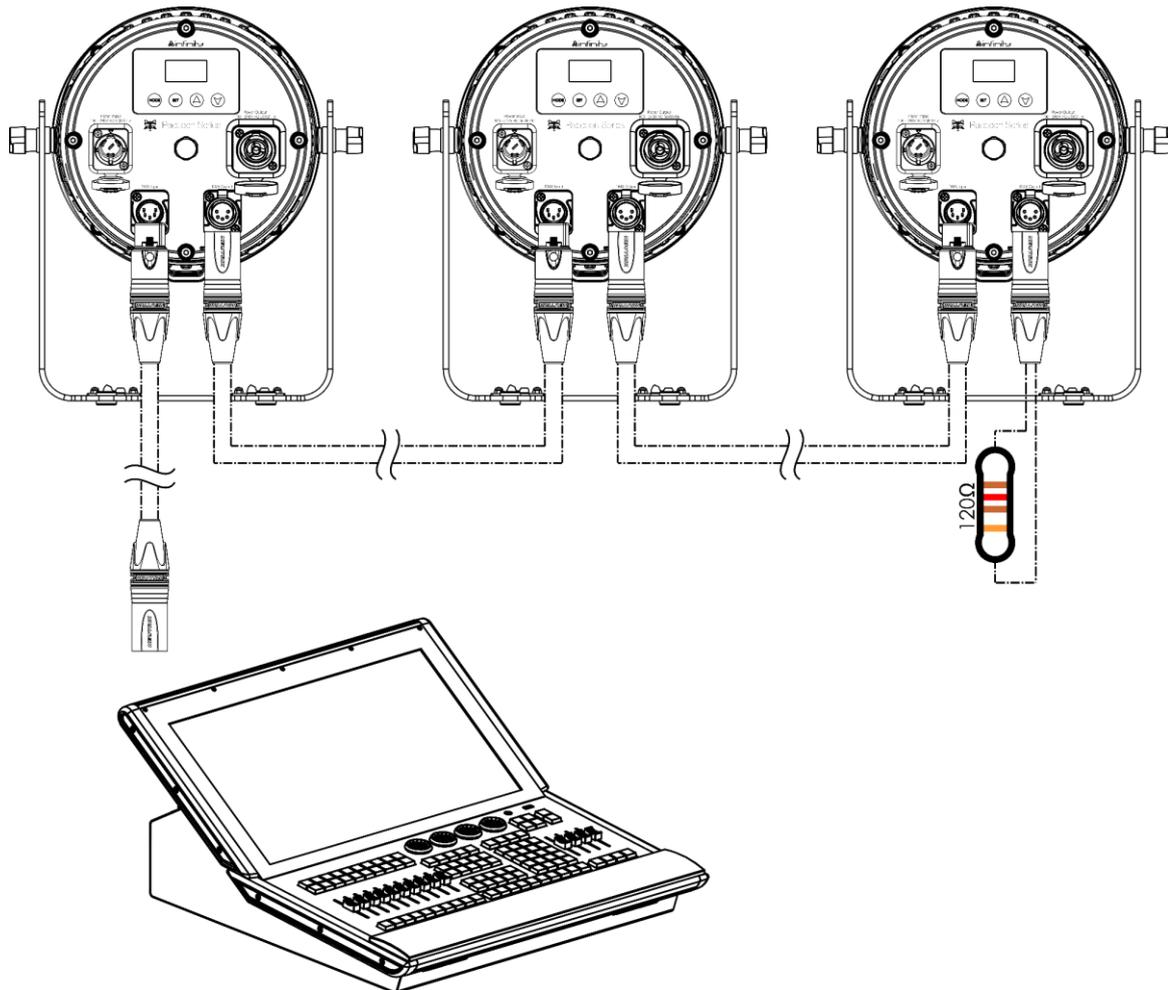

Abb. 17
- 03) Verbinden Sie die gewünschte Anzahl an Geräten auf diese Weise in Reihenschaltung hintereinander wie in Abb. 17 gezeigt.